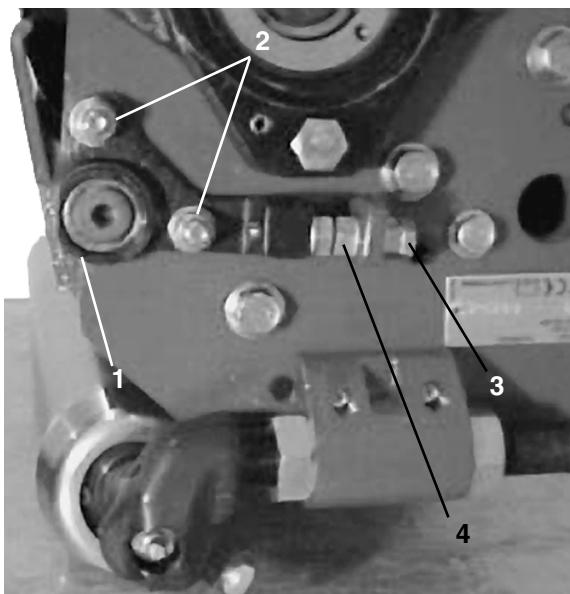

**Fig. 4**
(Fig. 4).
3. Inserire una striscia di giornale larga 3 cm perpendicolarmente alla controlama, quindi girare lentamente il cilindro in direzione del taglio per verificare se il cilindro taglia la carta. Ripetere dall'altro lato della controlama (Fig. 4).